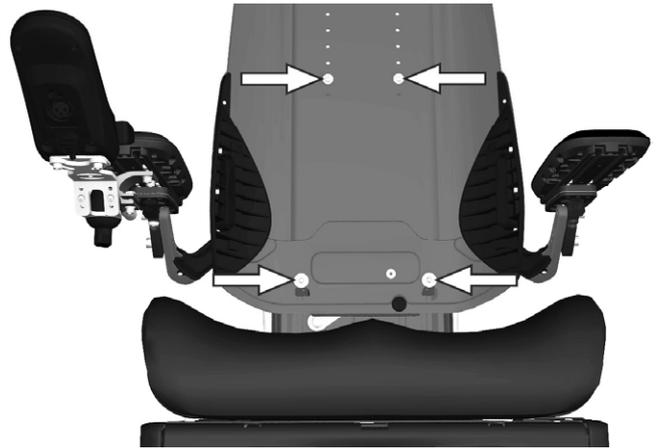

Abbildung 149. Das untere Blech der Rückenlehne ist an vier Sperrvorrichtungen montiert.
- Unteren Teil der Rückenlehne abbauen, indem man das Blech der Rückenlehne hochzieht, sodass sich die vier Sperrvorrichtungen abnehmen lassen. Siehe Abbildung. 149.